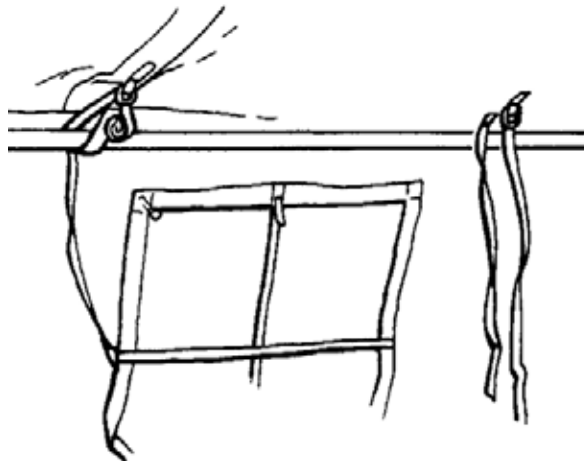
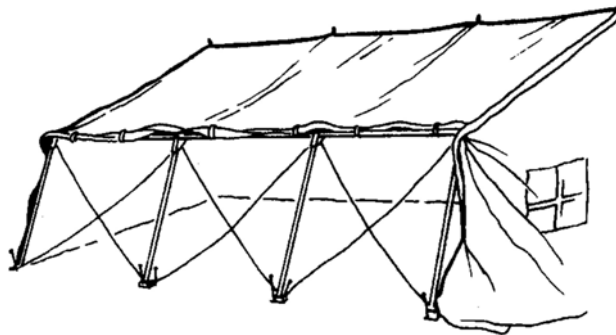

Figure 10 Sangles de protection
Figure 11 Câbles de renforcement
7. Attacher les sangles de protection (les sangles en dessous de la toile qui s'attachent aux pannes telles qu'illustré à la figure 10) et fixer les câbles de renforcement (les câbles de soutien tel qu'illustré à la figure 11) mais ne pas serrer.